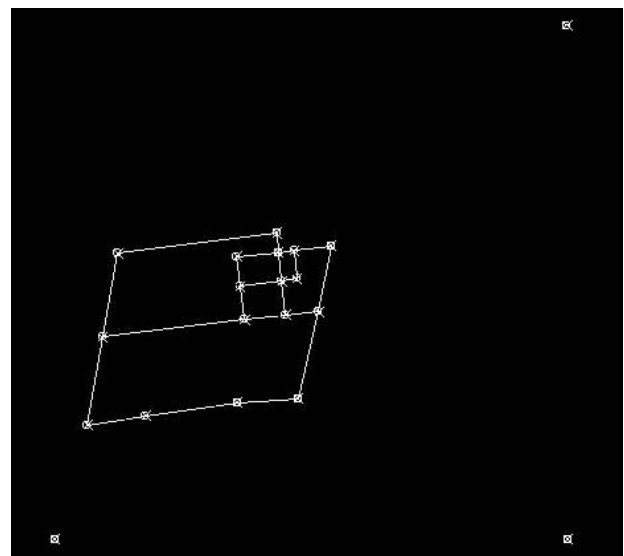

FIGURA 9.15
14) Nella Figura 9.15 osserviamo ora il risultato finale, con le particelle e i tre punti di calibrazione.